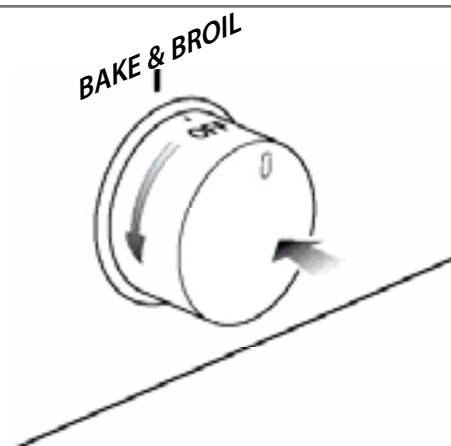

Fig. 3.3 Bouton de commande du four
- 2) Appuyez complètement sur le bouton de commande du four et, en le maintenant enfoncé, tournez-le dans le sens antihoraire (fig. 3.3), jusqu'à la position maximale 8.